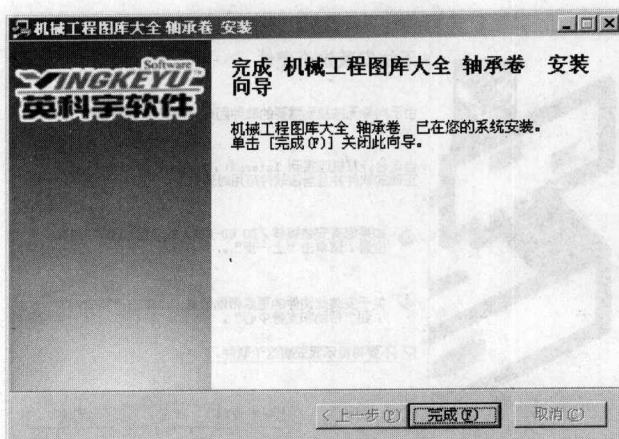

图 1-4 “安装完成”对话框
(4) 安装完毕后, Windows 桌面上将会生成名为“轴承”的图标, 并弹出如图 1-4 所示的“安装完成”对话框, 表示该软件已经安装成功。如果没有出现上述提示, 则表明安装程序没有正常执行完毕, 建议重新安装。